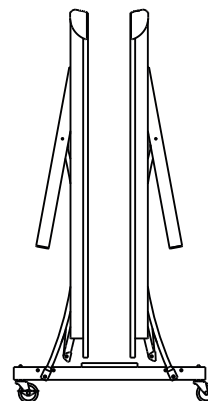

Figura 19
4. Levante la otra mitad del tablero de la misma manera. Ver Figura 19.